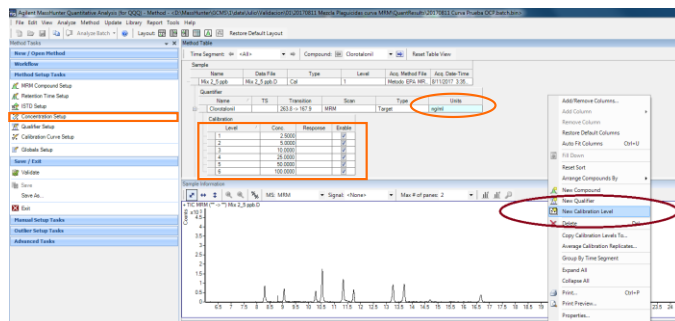

Figura 64. Concentración de la curva de calibración.
(I) En primer lugar, se deben crear los niveles de la curva de calibración. Ir a la tabla del método y dar click derecho sobre la región del nombre del compuesto. Posteriormente, seleccione la opción  **New Calibration Level** y repita el proceso para cada nivel de la curva que desea incluir. Inmediatamente, se generará la tabla de la calibración. **Nota:** el software permite crear hasta 10 niveles de calibración, véase Figura 64.